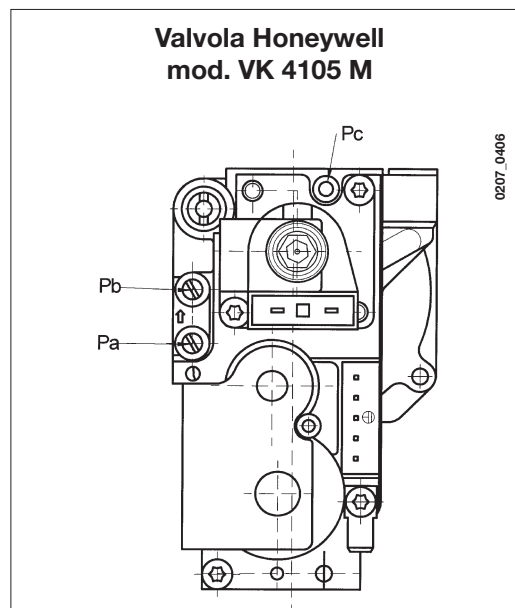

Figura 11
- Den Druckmessstutzen eines möglichst mit Wassersäule conectar la toma de presión positiva de un manómetro diferencial, posiblemente de agua, a la toma de presión (Pb) de la válvula del gas (figura 11). Conectar la toma negativa del mismo manómetro a un especial "T" que permita conectar entre ellos la toma de compensación de la caldera, la toma de compensación de la válvula del gas (Pc) y el manómetro mismo. (Se puede efectuar una medición equivalente conectando el manómetro a la toma de presión (Pb) y sin el panel frontal de la cámara estanca);
- Comprobar que la presión dinámica de alimentación de la caldera, medida en la toma de presión (Pa) de la válvula del gas (Figura 11), sea la correcta (37 mbar para el gas propano ó 20 mbar para el gas natural).